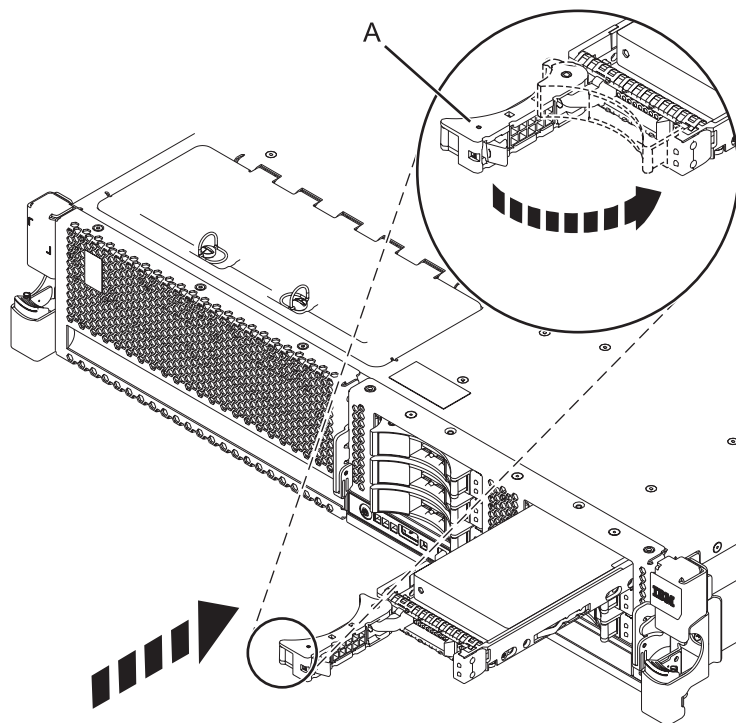

Figure 11. Installation de l'unité dans l'unité centrale
4. Faites glisser complètement l'unité dans l'unité centrale ou l'unité d'extension, et poussez la poignée de l'unité (A) jusqu'à ce qu'elle s'enclenche, comme indiqué dans la figure 11.